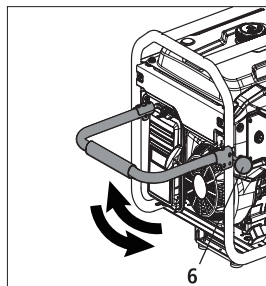

Fig. 03
Puxe o pino da alça (6) para ajustar a altura da alça de transporte [Fig. 03].